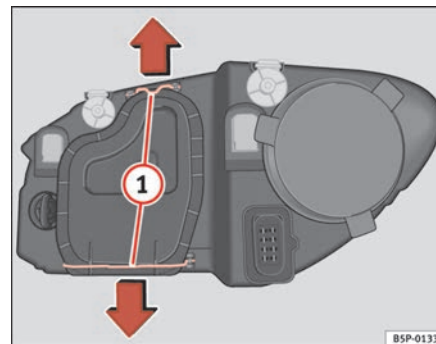

Abb. 179 Abblendlicht
- Die Streben ⇒ Seite 267, Abb. 179 ① in Pfeilrichtung verschieben und den Deckel abnehmen.